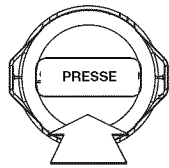

Fig. 23
- Replacez le couvercle de la tête de coupe et poussez fermement jusqu'à ce que les deux languettes retrouvent leur place. (Fig. 23)